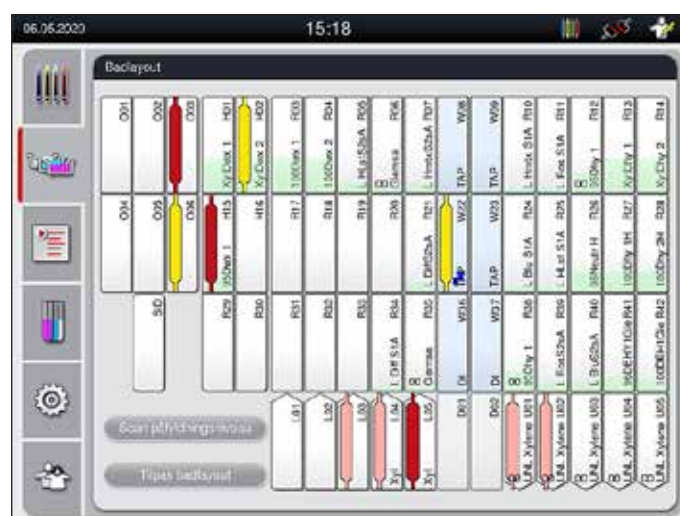

Fig. 85
8. Den registrerede håndtagsfarve og den tilknyttede programforkortelse vises i badlayoutet ved den pågældende station (→ "Fig. 85").
- Badlayout med stationsoplysninger (→ "Fig. 85").
- På processtatusdisplayet kan brugeren ikke se tilgængelighed og valgt nummer for forskellige udføringsstationer. Det anbefales at bruge menuen Badlayout til procesovervågning (→ "Fig. 85"), hvis der anvendes forskellige reagenser i udføringsstationen, så der kan reageres i god tid, når udføringskapaciteten er nået.